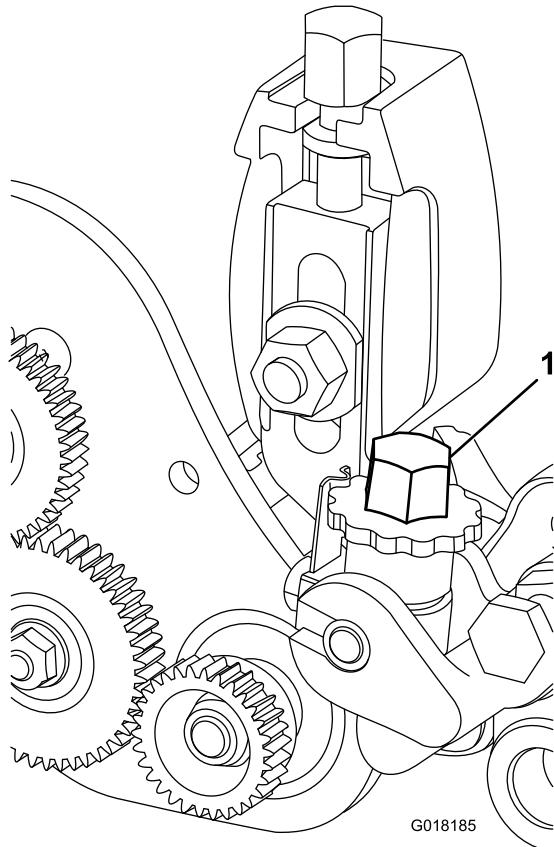

Figura 21
6. Girate la manopola di regolazione dell'altezza (Figura 21) per sollevare o abbassare la punta della lama all'altezza di grooming desiderata.